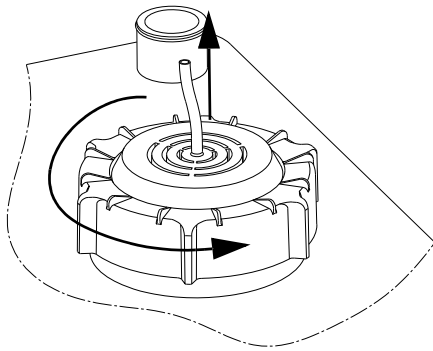

Abb. 35 Ausbauen des Niveausensors
2. Den Schraubdeckel durch Drehen gegen den Uhrzeigersinn lösen. Siehe Abb. 35.